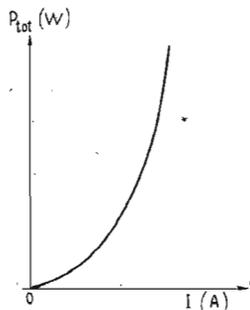

FIG. 3
a) l'allure des pertes en watts en fonction du courant selon des courbes comme celle de la figure 3 ;